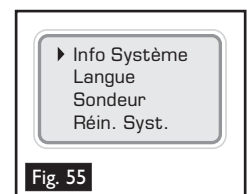

Fig. 55
- Pour afficher les 'Info. Système', allumez l'appareil à l'aide de la touche 'Marche/Arrêt' . Appuyez sur la touche 'Menu' pour afficher le menu et utilisez les touches flèche 'vers le haut' et flèche 'vers le bas'  pour naviguer jusqu'à 'Info. Système' (Fig. 55). Appuyez sur la touche 'Entrer'  pour sélectionner 'Réinitialisation appeler le menu Informations Système Fig. 56). Appuyer sur la touche 'Echappement'  pour appeler le Menu Principal.